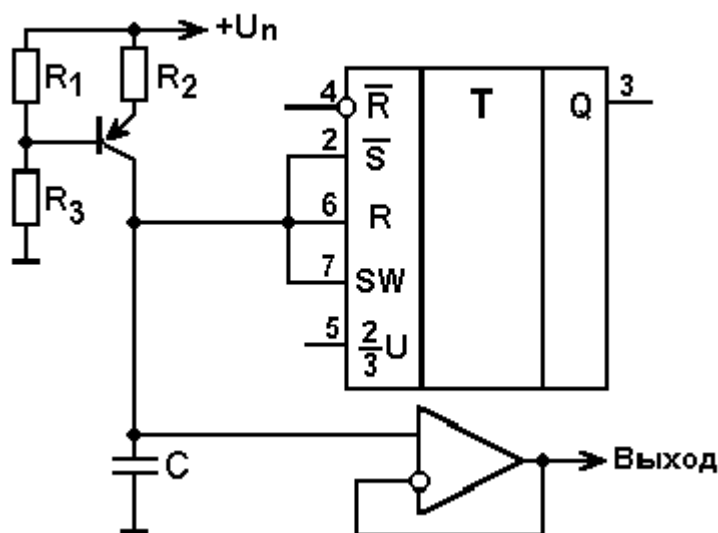

Рис.6.5
Схема генератора линейно-изменяющихся импульсов (пилообразных) показана на рис.6.5.
3. Соберите схему генератора линейно изменяющегося напряжения по рис.6.5.